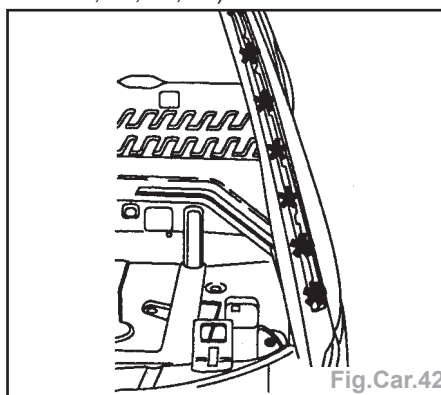

Fig.Car.42
- Découper par fraisage des points (Fig. Car.42, 43, 44, 45).